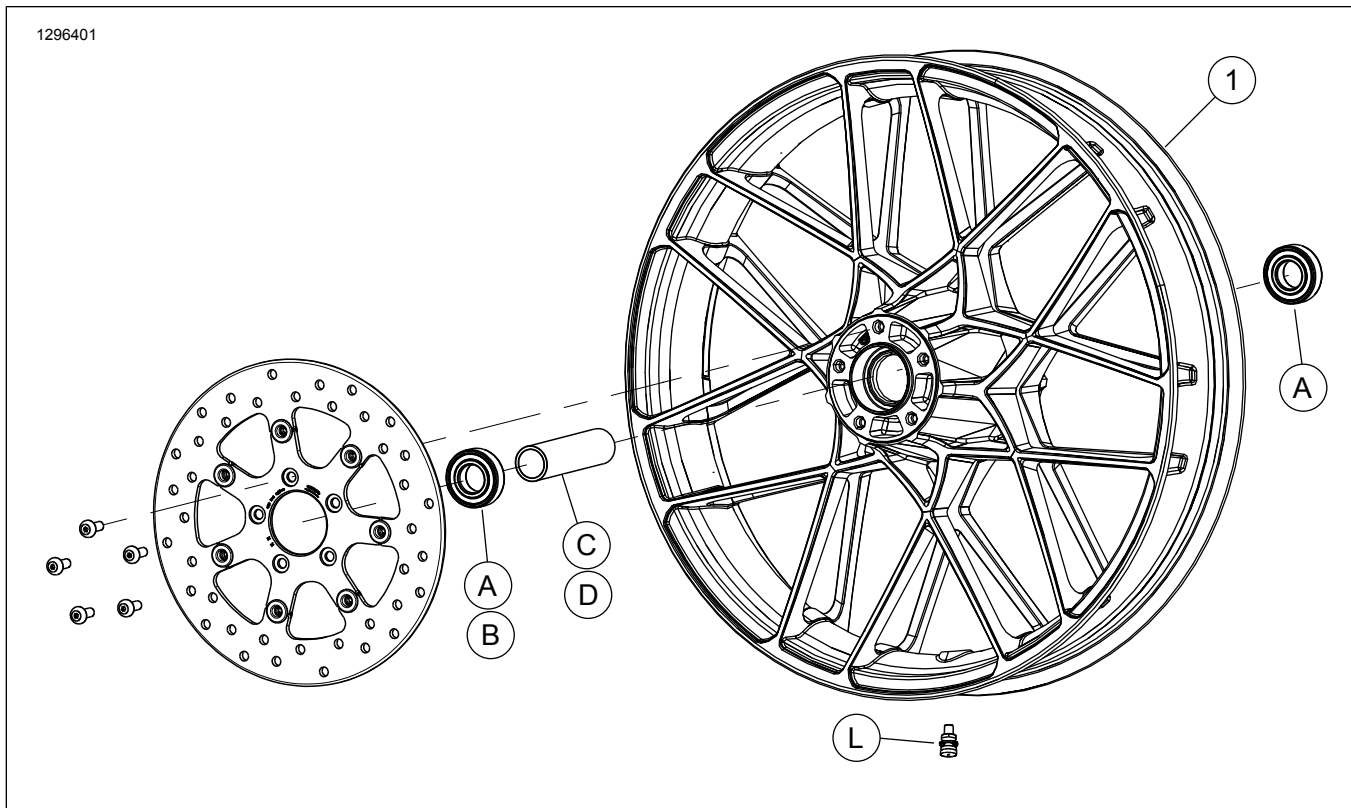

図2。交換用パーツ: フロントホイール
このキットにはカスタムホイールのみ付属します。「図2」および「表2」を参照してください。
2. 「図2」を参照。バルブステムアッセンブリー(L)をホイールに取り付けます。サービスマニュアルを参照してください。